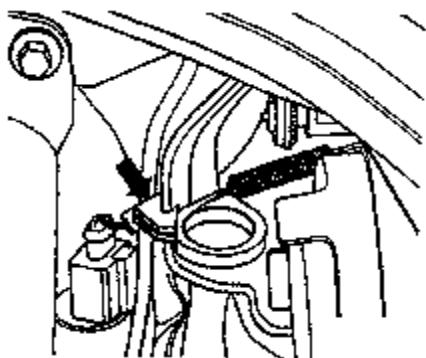

图 11-66 取出弹簧丝夹
①在转向信号灯的里面，把弹簧丝夹取出来，如图 11-66 所示。